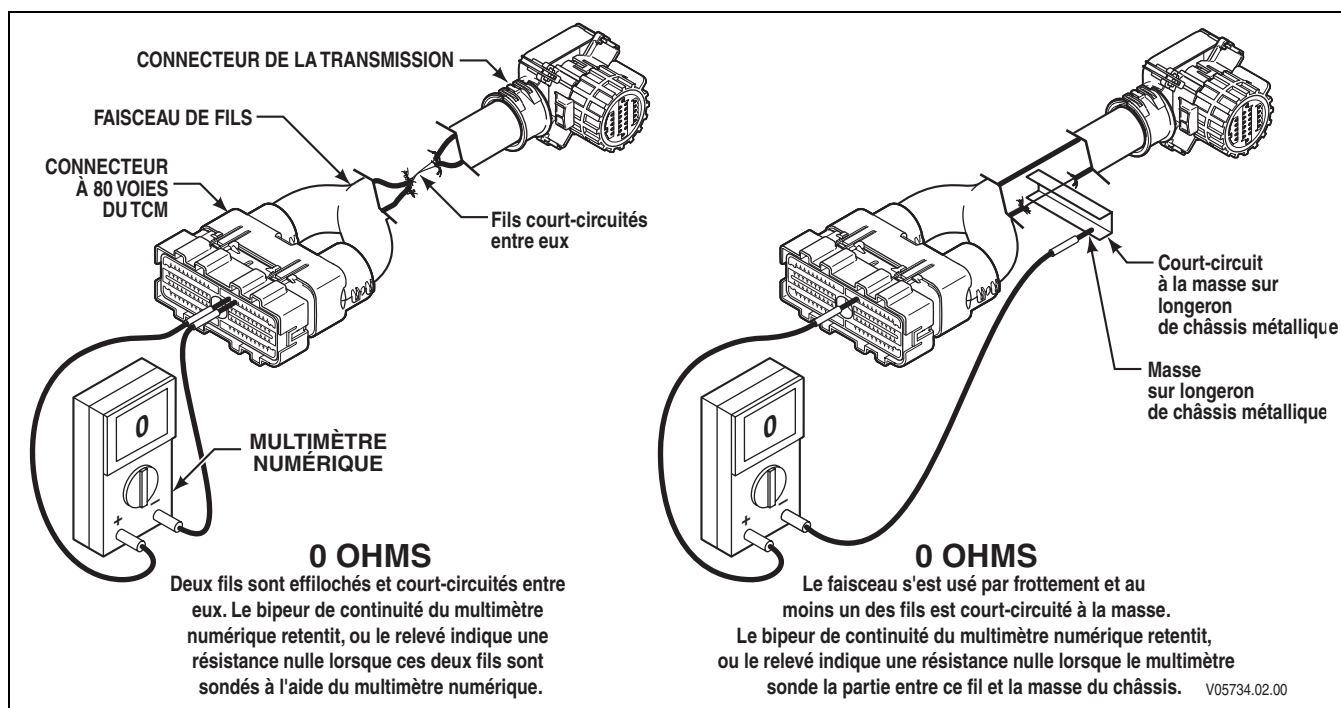

Figure 4-2. Court-circuit entre fils et à la masse (faisceau externe)
- (2) À l'autre extrémité du faisceau, vérifiez la continuité des deux fils raccordés à l'aide du fil volant. L'absence de continuité dans le circuit créé par ces fils (relevé de résistance infinie) indique la présence d'un circuit ouvert au niveau du fil testé. Voir la procédure de réparation des faisceaux de fils de l'OEM.
- b. Si le circuit présente une continuité (résistance de 0 à 2 ohm(s)), retirez les fils volants. Vérifiez qu'il n'y a pas de courts-circuits entre fils et à la masse en procédant comme suit (Figure 4-2) :
- (1) Du côté TCM du faisceau, placez une sonde du multimètre numérique sur un fil du circuit testé et l'autre sonde sur chaque borne du même connecteur, puis placez la sonde sur la masse du châssis et sur le carter principal de la transmission. Procédez de la sorte pour les deux fils du circuit testé.
- (2) Si le multimètre indique constamment une résistance nulle ou faible, ou si son bipeur de continuité retentit, cela indique la présence d'un court-circuit entre les deux points sondés — entre les deux fils ou entre un fil et la masse. Isolez et réparez le court-circuit.